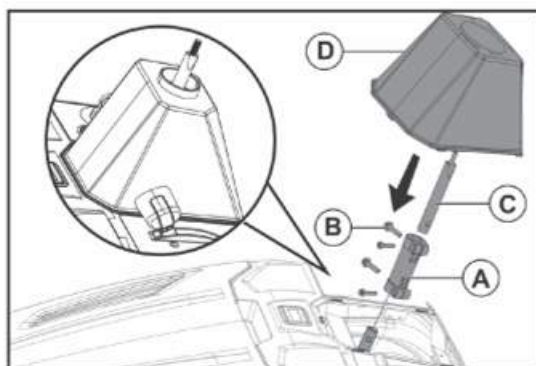
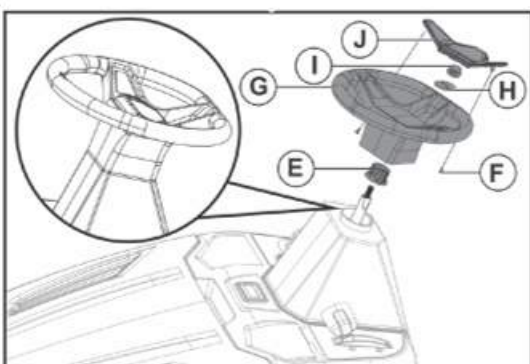

Рис. 8.1
Рис. 8.2
Установка рулевой колонки (Рис. 8.1 и Рис. 8.2).
2. Вставьте удлинитель рулевого механизма (Поз. С, Рис. 8.1) в центр крепежной втулки (Поз. А). Надежно закрепите втулку с удлинителем четырьмя болтами с шестигранными головками М8.
4. На рулевой вал (С) установите ограничительную втулку со шлицами (Поз. D, Рис. 8.2).
5. Совместите рулевое колесо (G) с рулевым валом (С), сдвигайте его вниз по валу до тех пор, пока оно не встанет на шлицы втулки (Е), и закрепите рулевое колесо гайкой М12 (I), предварительно установив на вал (С) шайбу (H). Усилие затяжки гайки 24Нм.
7. Закрепите накладку (J) на рулевом колесе (G) с помощью двух болтов (F).